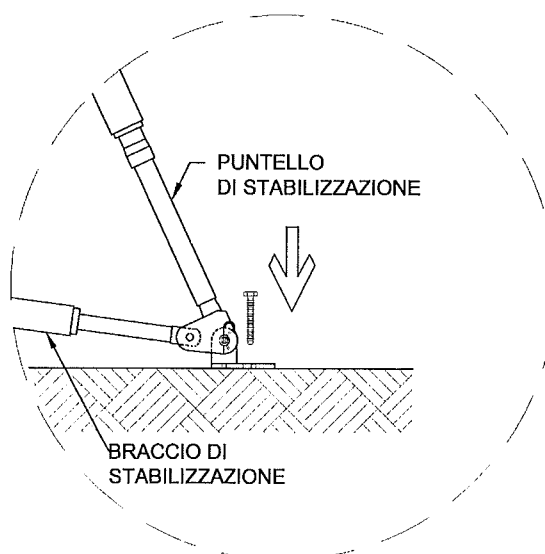

Fig.11
5. Mantenendo attiva l'imbracatura all'apparecchio di sollevamento effettuare il fissaggio (ad esempio con tasselli Peri Multi Monti) di ancoraggio delle piastre di base dei puntelli dei bracci di stabilizzazione al piano di supporto che deve essere adeguatamente predisposto dall'impresa (Fig.11).